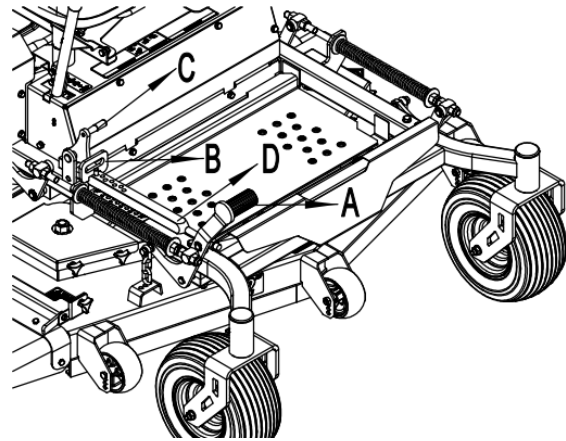

Fig. 16
(Reportez-vous à la Fig. 16)
- Positionnez la lame gauche d'un côté à l'autre et mesurez de la pointe extérieure de la lame à la surface plane (reportez-vous à la Fig. 16).